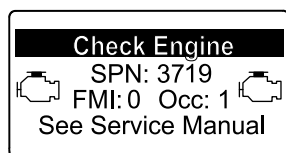

図 58
- リカバリ再生が必要になると、インフォセンターにエンジン警告 SPN 3719, FMI 16 (図 58) が表示され、エンジン出力が 85% にダウンします。